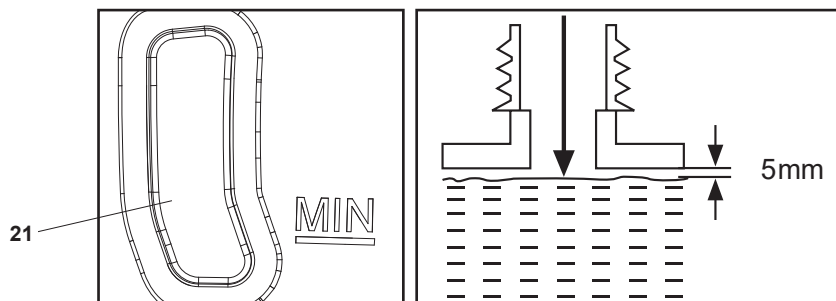

Fig. 10
4. No deje que el nivel de aceite baje de la marca de "MIN" (mínimo) de la mirilla de nivel de aceite (21), pero tampoco llene el depósito en exceso; deje aproximadamente 5 mm de espacio entre la parte superior del aceite y el borde interior del depósito para permitir que el aceite se expanda (Fig. 10).
5. Compruebe la mirilla de nivel de aceite (21) antes del arranque y con frecuencia durante el funcionamiento. Reponga aceite cuando el nivel esté cerca de la parte inferior de la mirilla de nivel de aceite (21) (Fig. 10).
6. Limpie el lubricante derramado con una bayeta suave y vuelva a colocar el tapón del depósito de aceite (20).